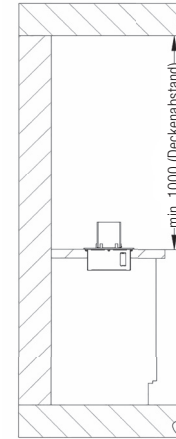
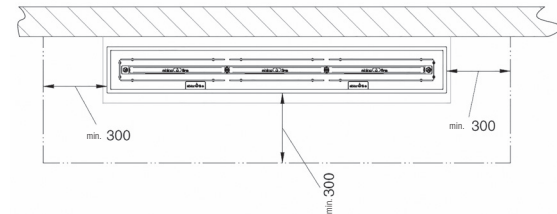

Abb. 23 Mindestabstand Deckel
Abb. 24 Mindestabstände zu brennbaren Bauteilen
- Zu seitlichen brennbaren Bauteilen, Möbeln, Dekorationen oder Vorhängen ist ein Mindestabstand von 300 mm (siehe Abb. 24) einzuhalten, um ausreichend Wärmeschutz zu gewährleisten! Oberhalb des ebiosfire-Möbel, bis zur Zimmerdecke (Deckenabstand >1000 mm), dürfen sich keine Gegenstände befinden (siehe Abb. 23)!